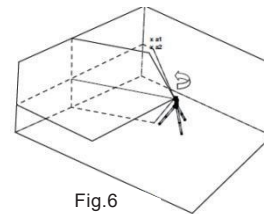

Fig.6
4. Tournez le niveau laser dans le sens inverse des aiguilles d'une montre jusqu'à ce que le bord droit de la ligne horizontale atteigne a1, marquez un point a2 sur le mur au milieu de la ligne horizontale (voir figure 6).